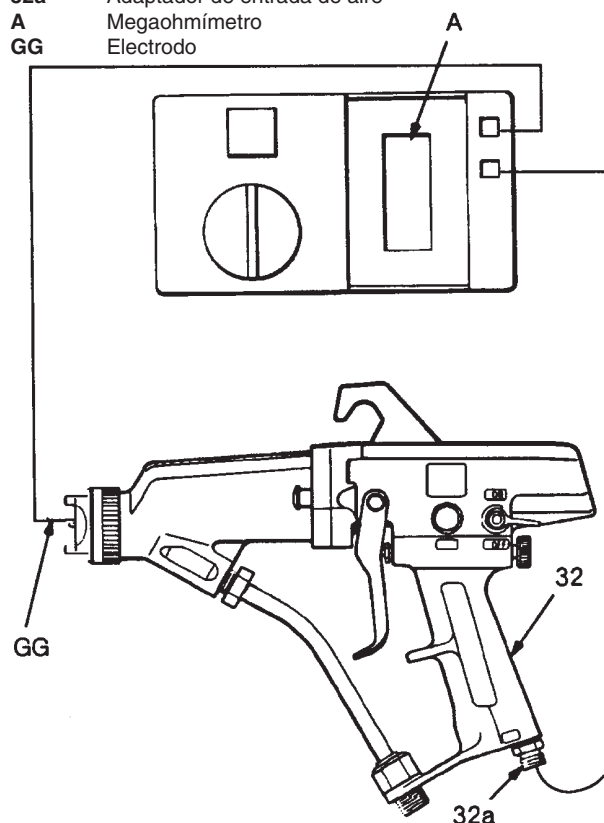

Fig. 7
Medir la resistencia entre el extremo del cable del electrodo (GG) y el adaptador de aire de la pistola (32a). Ver Fig. 7. La resistencia debe estar comprendida entre 115 y 152 megaohmios. Si la resistencia estuviere fuera de este intervalo, pasar a la siguiente prueba. Si la resistencia fuere correcta, remitirse al **Cuadro de localización de los defectos de funcionamiento eléctrico**, en la página 13 del presente manual, para determinar otras causas posibles del bajo rendimiento.